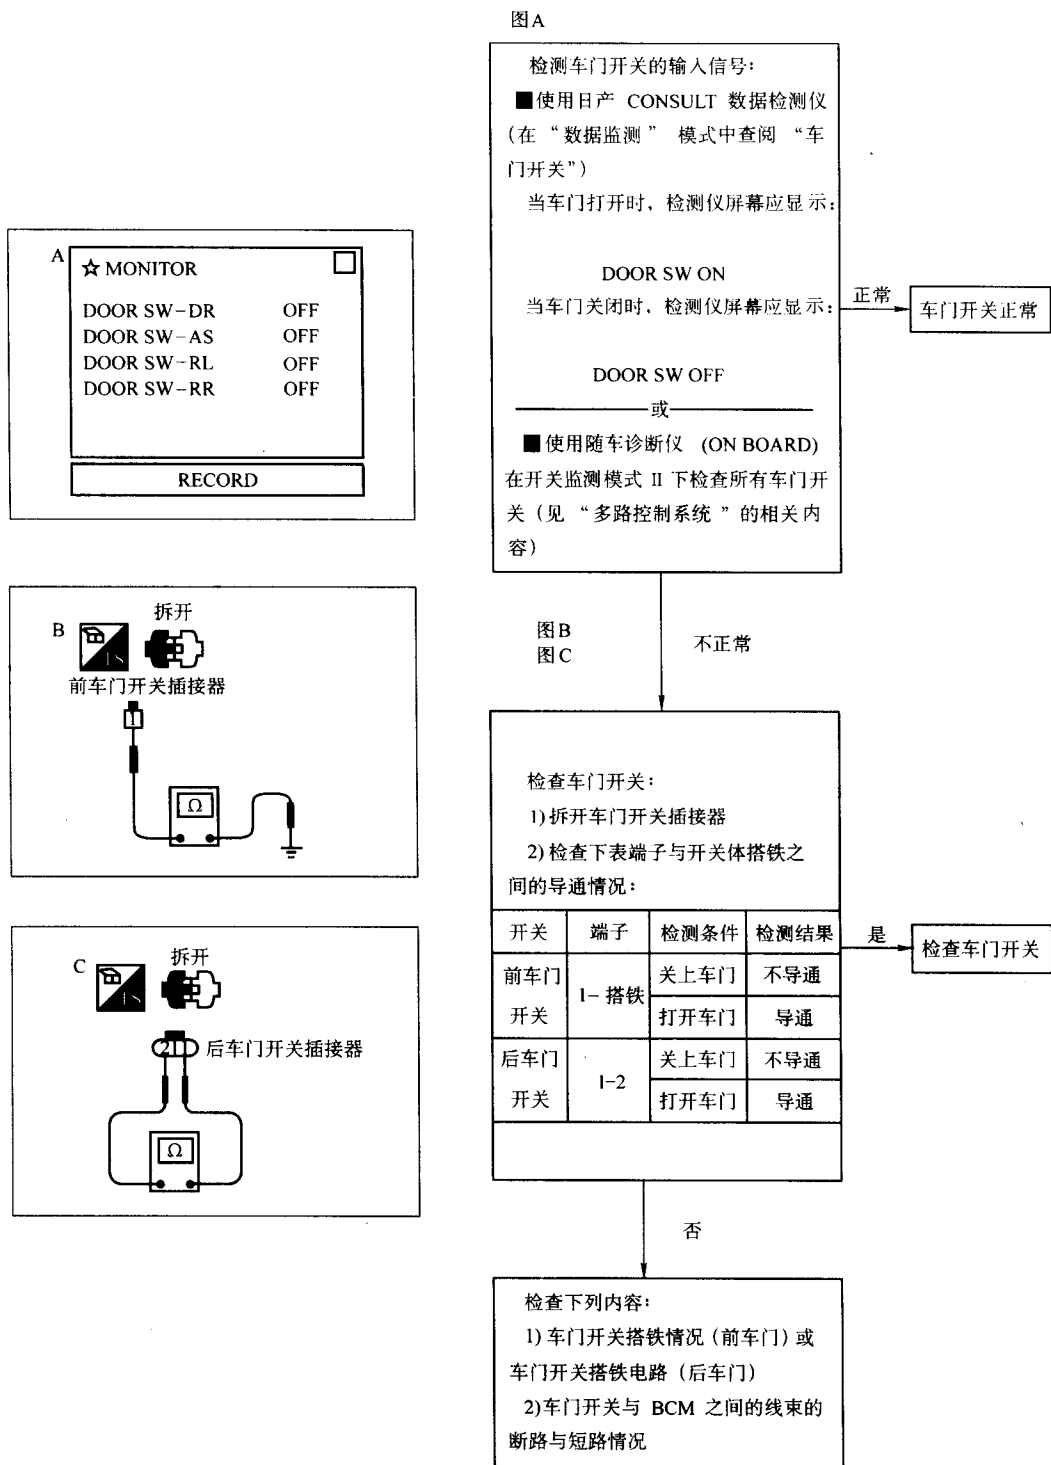

图 3-33 诊断步骤 1-1
(2) 诊断步骤 1-1 (车门开关检测), 如图 3-33 所示。